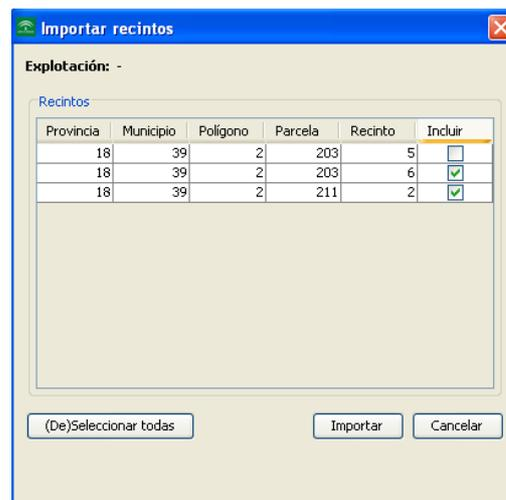

Fig. 19
- **Importar recintos:** Permite incorporar recintos a la explotación que se encuentra activa en la ventana de trabajo, procedente de otras explotaciones que se encuentren en la base de datos (Fig 19):